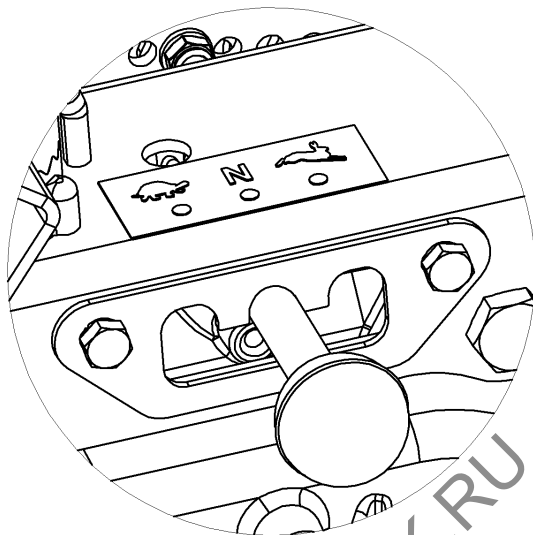

Рис.6 Рычаг удвоителя.
**Рычаг удвоителя** – расположен на редукторе, предназначен для увеличения диапазона скоростей. Удвоитель имеет 3 положения (рис.6):